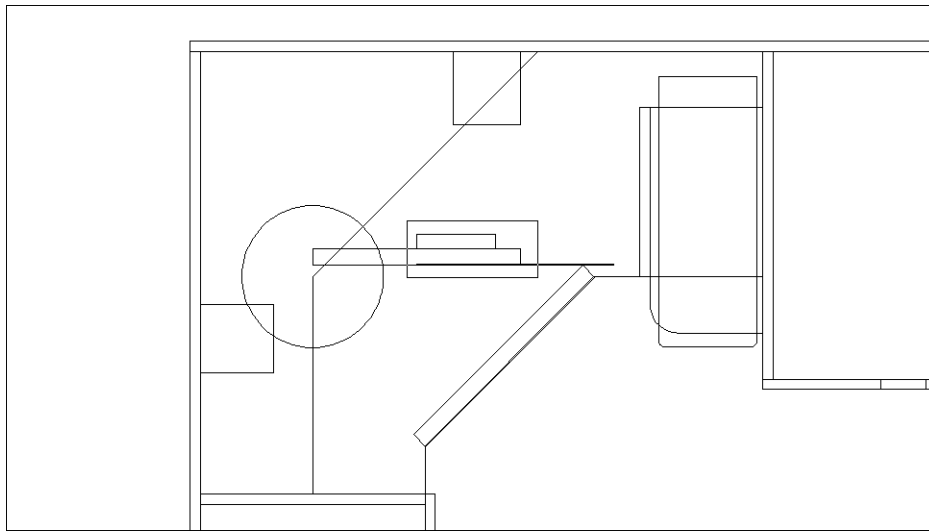

Рис. 5.19. Использование инструмента Zoom Window (Показать рамкой) для изменения масштаба просмотра
- Охватите рамкой масштабирования все три прямоугольника так, как показано на рис. 5.19.